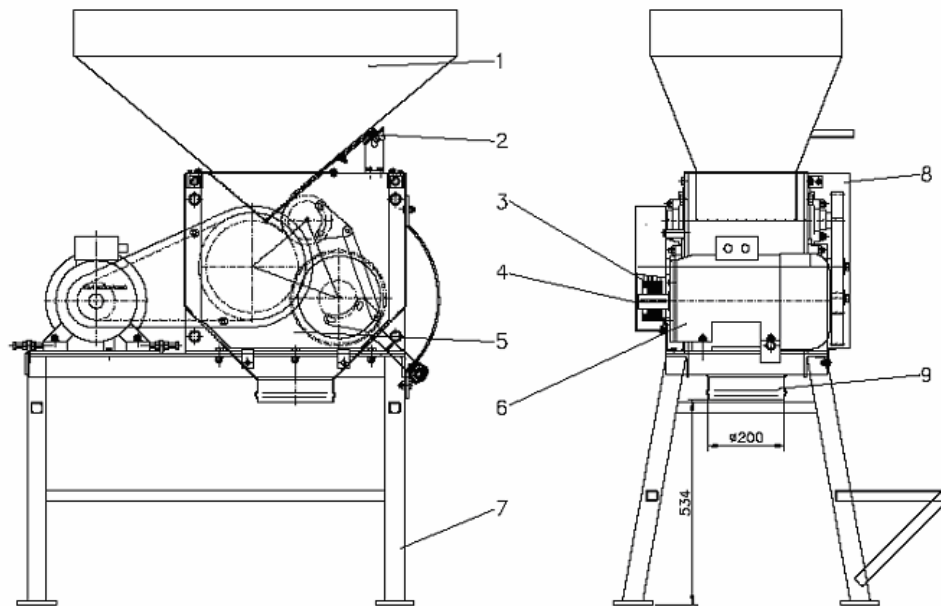

Fig.1
Moara (fig.1) se compune din:
5.1.Reglajul intinderii curelelor poz. 3 din fig.1 se face prin deplasarea motorului (6) actionand surubul de intindere, dupa slabirea suruburilor de fixare a motorului pe placa. Dupa intinderea corecta a curelelor (sageata la apasare cu mana sa fie 3-4 mm) se vor strange din nou suruburile de fixare a motorului.
5.2.Dozarea boabelor (fig.1) se face prin deplasarea manetei mecanismului de dozare (poz 2). Actionand maneta spre moara se mareste cantitatea, iar in sens invers se micsoreaza cantitatea.
### **7.1.Intretinere (fig.1)**